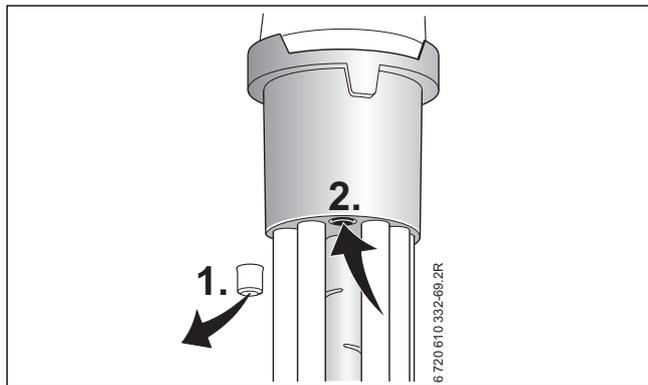

Fig. 62 Miscelatore aria /gas (posizione raffigurata in fig. 3, rif. 25)
- ▶ Controllare la pressione di miscelazione, presso il miscelatore aria-gas, alla potenza termica nominale (di fabbrica) come di seguito (fig. 62):